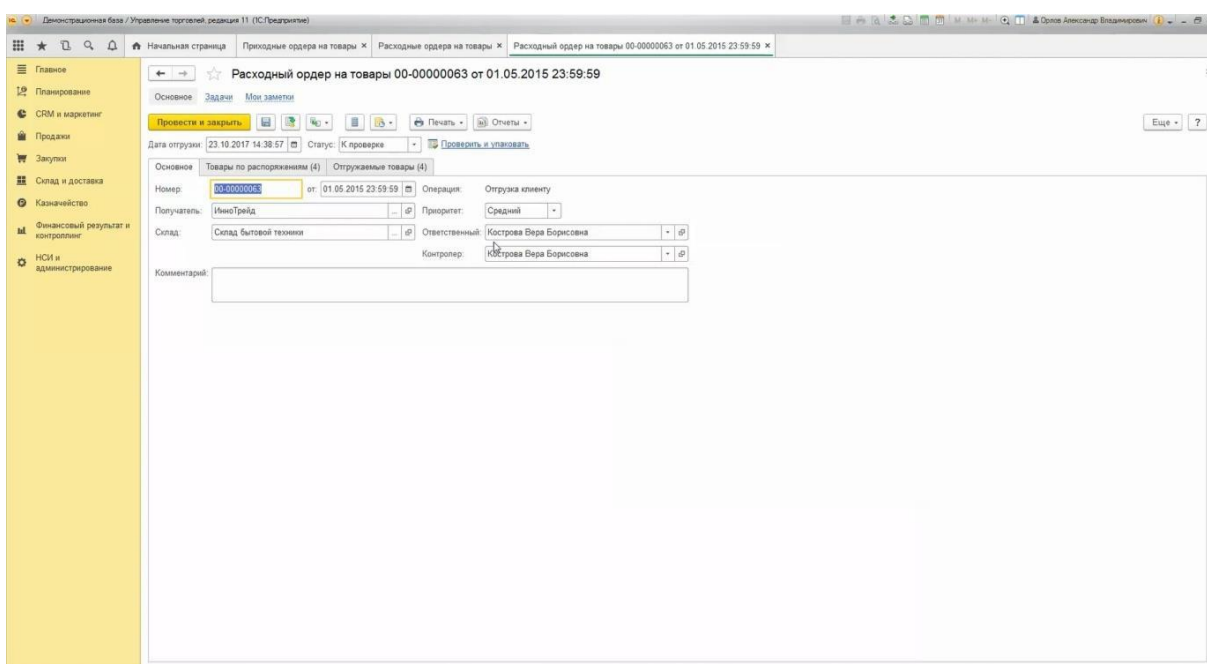

Рисунок 33 – Документ «Расходный ордер на товары»
После того, как все товары будут отсканированы, необходимо завершить документ нажатием на кнопку “Обмен”. Данные документа будут переданы в ЦБД (Рис.33).
- параметры **«Склад»**, **«Помещение»** и **«Исполнитель»** задаются для дополнительной фильтрации между исполнителями заданий. Их присылает приложение. (Рис. 33). В табличной части документа **«Отгружаемые товары»** действие должно быть установлено **«Отобразить»**.